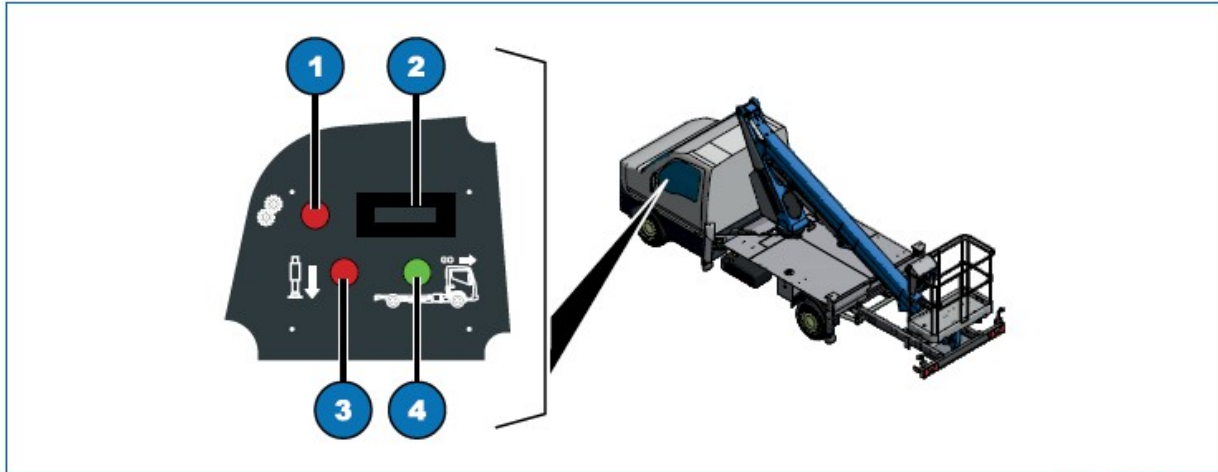

Fig. 6.10
- Asigurați-vă că lumina indicatoare roșie (Fig. 6.10, 3) de pe panoul de comandă din cabină este stinsă, indicând că stabilizatoarele au fost retrase complet și că este aprinsă lumina indicatoare verde (Fig. 6.10, 4), care arată că utilajul poate fi mutat;
- 4) Lumina indicatoare „pornire în viteză” se stinge (Fig. 6.10, 1) și semnalul acustic este dezactivat.